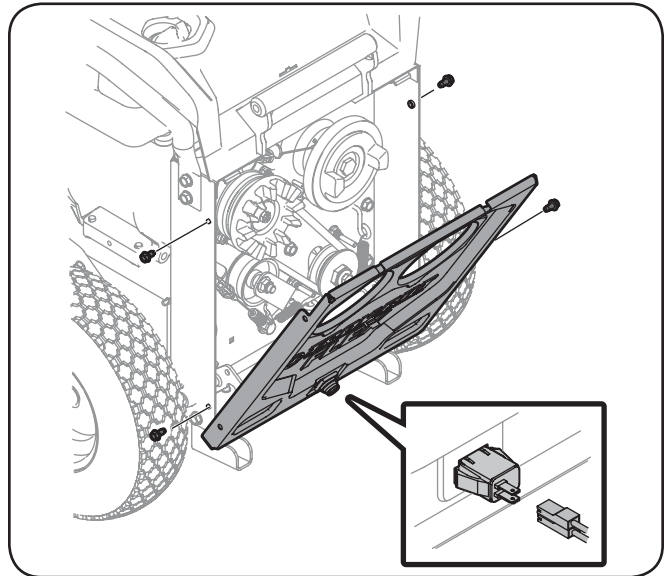

Figura 6-10
1. Retire la cubierta frontal de la base de potencia, para lo que debe extraer los cuatro tornillos hexagonales que la sujetan. Consulte la Figura 6-10.
3. Desenchufe el arnés de cableado de la cubierta frontal de la base de potencia para lo que debe mover y tirar de los conectores del arnés para sacarlos del interruptor de seguridad de la cubierta frontal de la base de potencia. Vea el recuadro de la Figura 6-10.